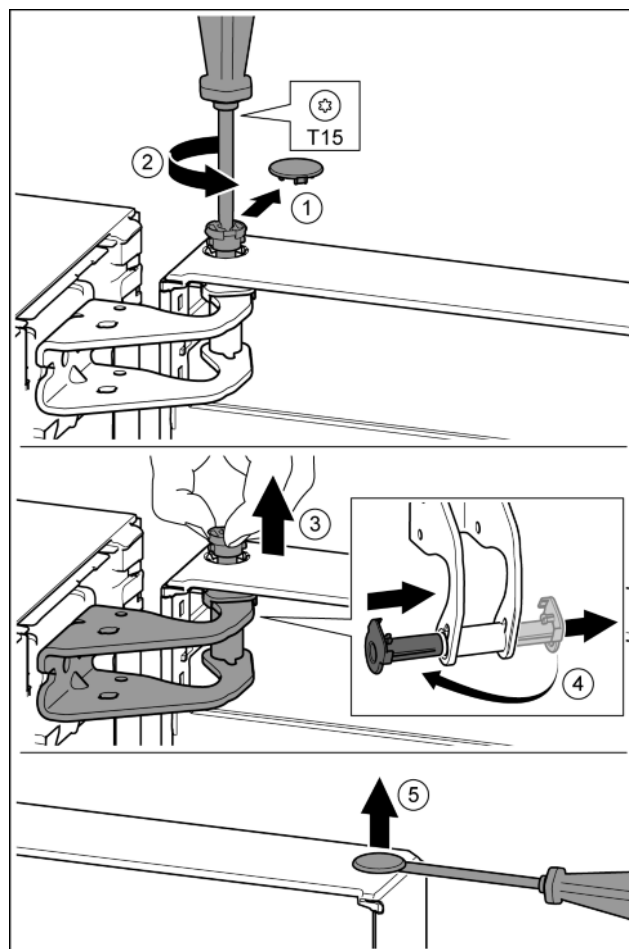

Fig. 8
- Enlever délicatement le cache de sécurité. Fig. 8 (1)
- Dévisser légèrement le boulon avec un tournevis T15. Fig. 8 (2)
- Tenir fermement la porte et sortir le boulon avec les doigts. Fig. 8 (3)
- Tirer la douille de palier en dehors du guide. La mettre de l'autre côté et l'enclencher. Fig. 8 (4)
- Soulever délicatement le bouchon en dehors de la douille de palier de porte avec un tournevis plat et le sortir. Fig. 8 (5)